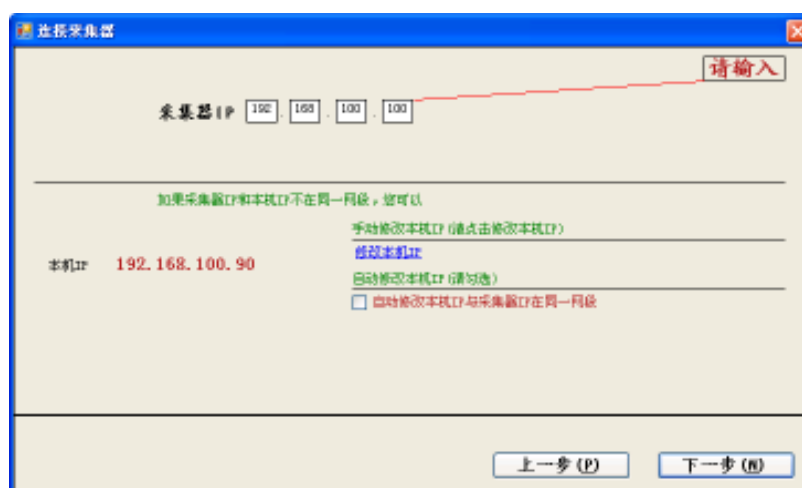

图4-6 输入采集器 IP 地址
4. 选择“手动输入采集器 IP”，单击下一步 (N)，弹出如图 4-6 所示窗口。